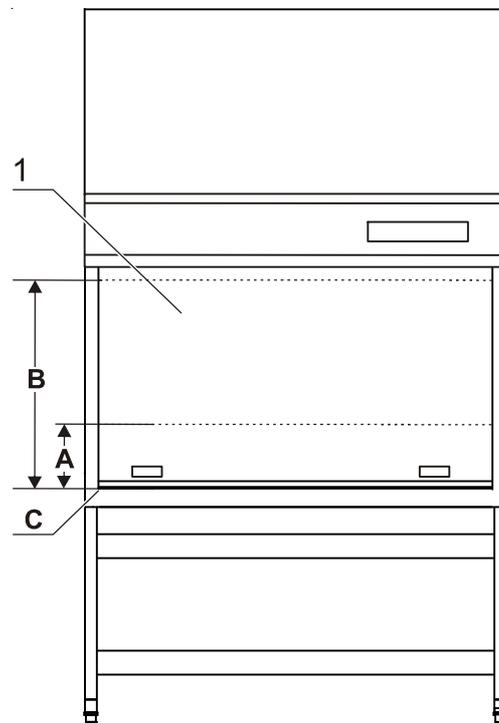

Fig. 6
**Fig. 6:** Il lato frontale della camera campioni dell'apparecchio viene chiusa con il vetro frontale [1] spostabile manualmente costituito da un vetro di sicurezza a più strati. La camera campioni è accessibile da diverse posizioni del vetro frontale.